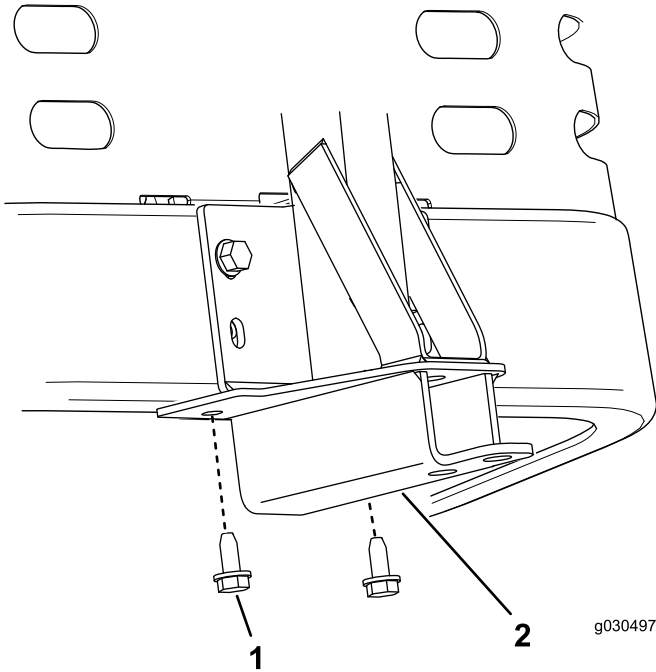

Bild 7
- Befestigen Sie den Drehrahmen mit zwei Blechschrauben (5/16" x 3/4") an der Unterseite des Maschinenrahmens, wie in Bild 7 abgebildet.